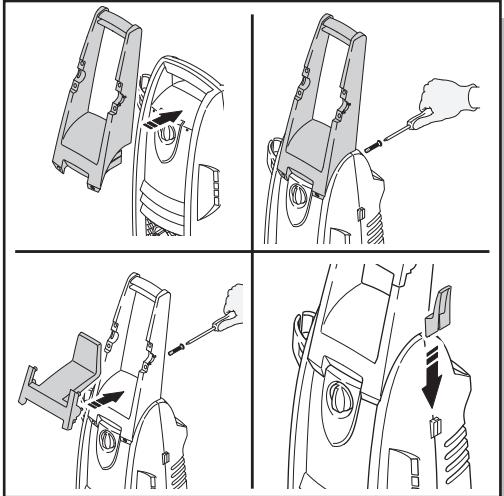

Fig. 1
- Installer la poignée sur le devant de votre **BLUE CLEAN POWER WASHER** (la fig. 1). Vous remarquerez où la poignée glisse sur le sommet de la machine. Avec les vis fournies, placer les vis dans les trous sur le côté arrière de la poignée, et les visser en. Ne pas faire serrer trop. Après que la poignée est assurée, glisser l'haut porte-tuyau de pression sur la poignée comme indiqué. Utiliser les vis pour attacher le support à la poignée.
- Installer le porte-cordon d'alimentation en glissant le trombone sur la cannelure sur le côté de la rondelle de pouvoir (la fig. 1).